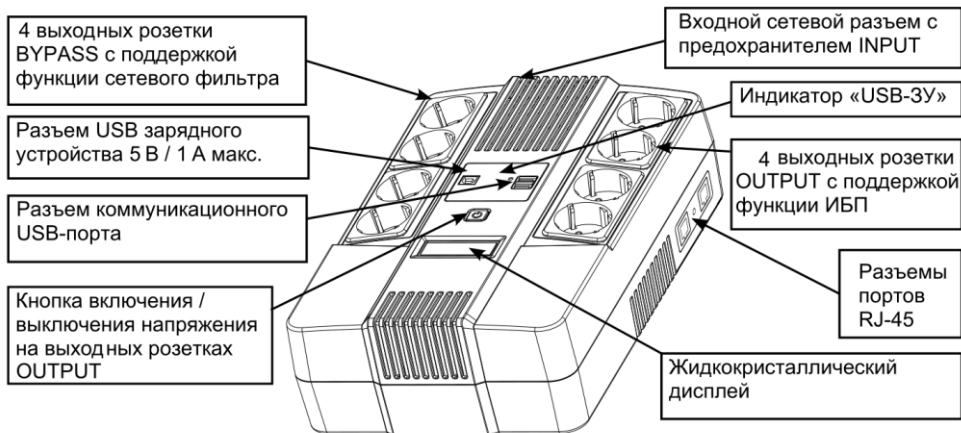

Рисунок 1 — Общий вид изделия спереди
- возможность оперативного выключения/включения напряжения на выходах с функцией ИБП кнопкой, размещённой на передней панели (см. рисунок 1).
Источник имеет (см. рисунок 1):
После подключения изделия к источнику сетевого напряжения (см. раздел УСТАНОВКА И ПОДКЛЮЧЕНИЕ) включается индикатор «USB-3У» (см. рисунок 1), на выходных розетках BYPASS (с функцией сетевого фильтра) появляется выходное напряжение, изделие осуществляет заряд встроенной АКБ, зарядное устройство USB активно.
**Включение ИБП** осуществляется кнопкой  (см. рисунок 1). После включения, в течение некоторого времени тестируется состояние входного сетевого напряжения, звучит длинный звуковой сигнал, все индикаторы светятся. Если уровень сетевого напряжения находится в допустимом диапазоне, изделие подаёт выходное напряжение на розетки OUTPUT, символы режима работы от АКБ и режима неисправности гаснут, символ режима работы от сети остаётся включённым. В противном случае ИБП включается в режим питания от АКБ (режим «РЕЗЕРВ»), символ режима работы от сети гаснет, а символ режима работы от АКБ остаётся включённым. Зарядное устройство USB остаётся активным.
Подключение изделия следует выполнять при отключённом сетевом напряжении питания в следующей последовательности (см. рисунок 1):